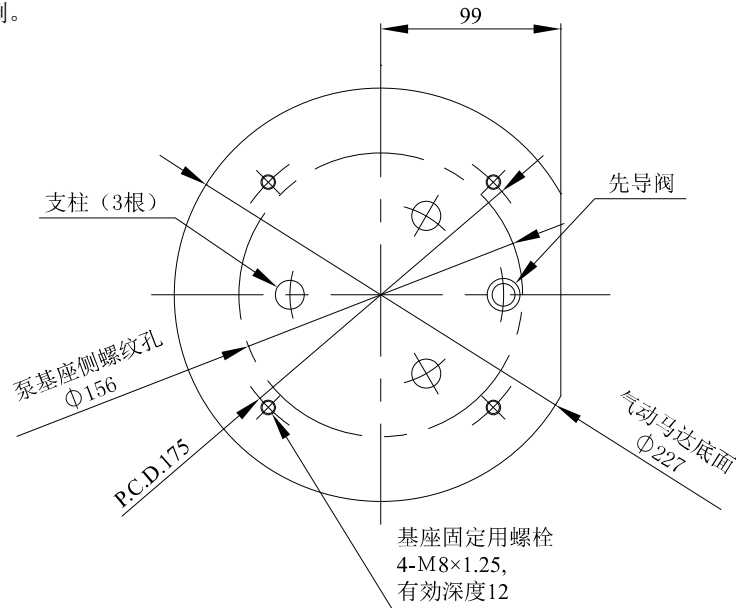

Fig.4 基座的安装尺寸
- 1) 本机应设置在符合以下条件的场所，本机的安装尺寸请参照 **Fig.4**。